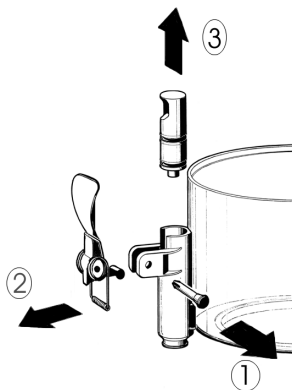

figura 1
- 3 Desmontar el grifo siguiendo la secuencia indicada (véase figura 1).
3 Volver a montar el grifo en el contenedor siguiendo el orden inverso de las operaciones de desmontaje (véase Figura 1).